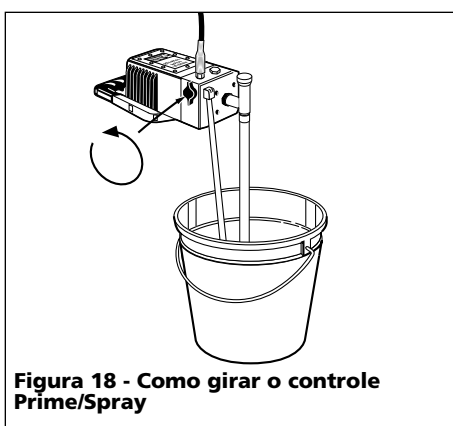

Figura 18 - Como girar o controle Prime/Spray
1. Coloque o controle Prime/Spray na posição Prime (veja a Figura 18).